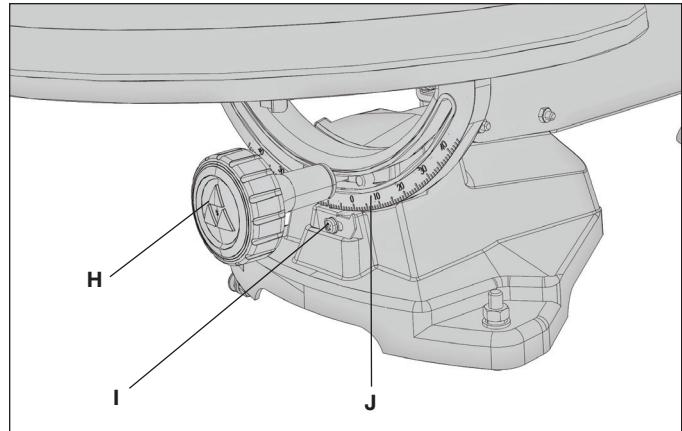

FIG. 10
La mesa de su sierra caladora se inclina hasta 45° hacia derecha o izquierda. Hay un posicionador a 0°. Para inclinar la mesa de la sierra, afloje la perilla del seguro de inclinación (H) Fig. 10, e inclínela hasta la posición deseada en la escala de inclinación (J), señalada por el indicador de inclinación (I).